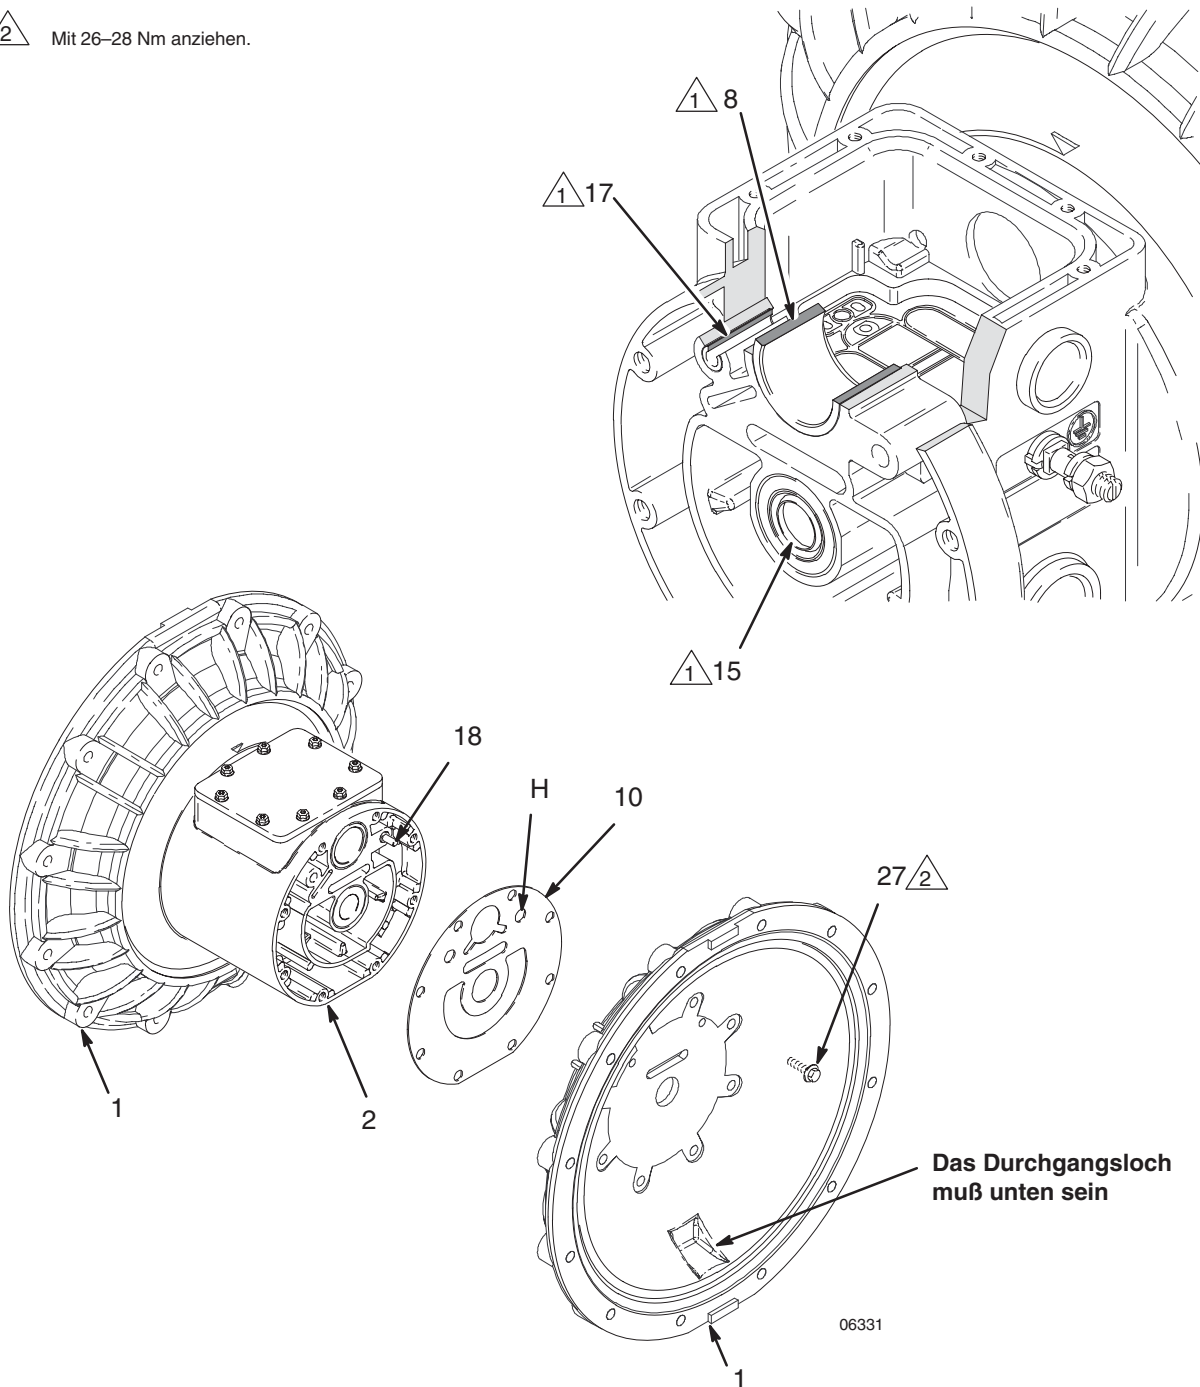

Abb. 10
Lager und Luftdichtung ausbauen und auswechseln (Siehe Abb. 10)
5. Mit einem 13 mm-Steckschlüssel die Schrauben (27) lösen, mit denen die Luftabdeckungen (1) am zentralen Gehäuse (2) befestigt sind. Siehe Abb. 10.
6. Die Dichtungen an der Luftabdeckung (10) entfernen. Die Dichtungen stets durch neue ersetzen.
7. Mit einem Lagerabzieher die Membranwellenlager (13), die Stellmotorkolbenlager (8) und die Druckstiftlager (17) ausbauen. Unbeschädigte Lager nicht ausbauen.